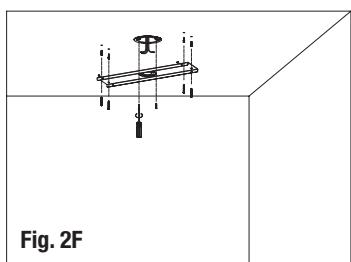

Fig. 2F
2. Pre-install screws on the side of the rectangular ceiling plate and use them to fix rectangular ceiling plate onto the junction box. Install 4 screws to secure the rectangle plate to the ceiling (Fig. 2F).
2. Préinstallez les vis sur le côté de la plaque rectangulaire de plafond et utilisez-les pour fixer la plaque rectangulaire de plafond sur la boîte de jonction. Installez 4 vis pour fixer la plaque rectangulaire au plafond (Fig. 2F).